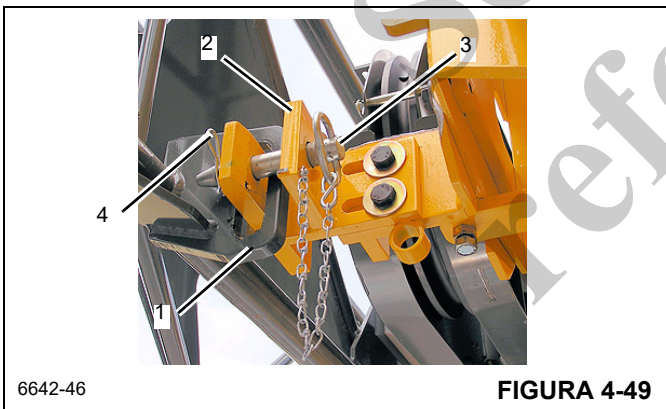

FIGURA 4-49
Si la extensión de celosía articulada de 33 pies (1, Figura 4-48) no se engrana con la rampa (2, Figura 4-48) correctamente o no se alinea con la escuadra de almacenamiento delantera (2, Figura 4-49) correctamente, **PARE**. NO continúe almacenando las extensiones de la pluma si no están debidamente aseguradas en estos dos puntos.
12. Saque el pasador de almacenamiento del sujetador en el montaje delantero. Fije la extensión de celosía (1, Figura 4-49) a la escuadra de almacenamiento delantera (2) usando el pasador de almacenamiento (3) y el pasador de pinza (4).
**Nunca** retire los pasadores de almacenamiento de las orejetas del lado derecho de la punta de la pluma (1, Figura 4-49) hasta que la extensión de celosía de 33 pies (10.1 m) haya sido debidamente asegurada a la rampa de almacenamiento (2, Figura 4-48) y a la escuadra de almacenamiento delantera (2, Figura 4-49).